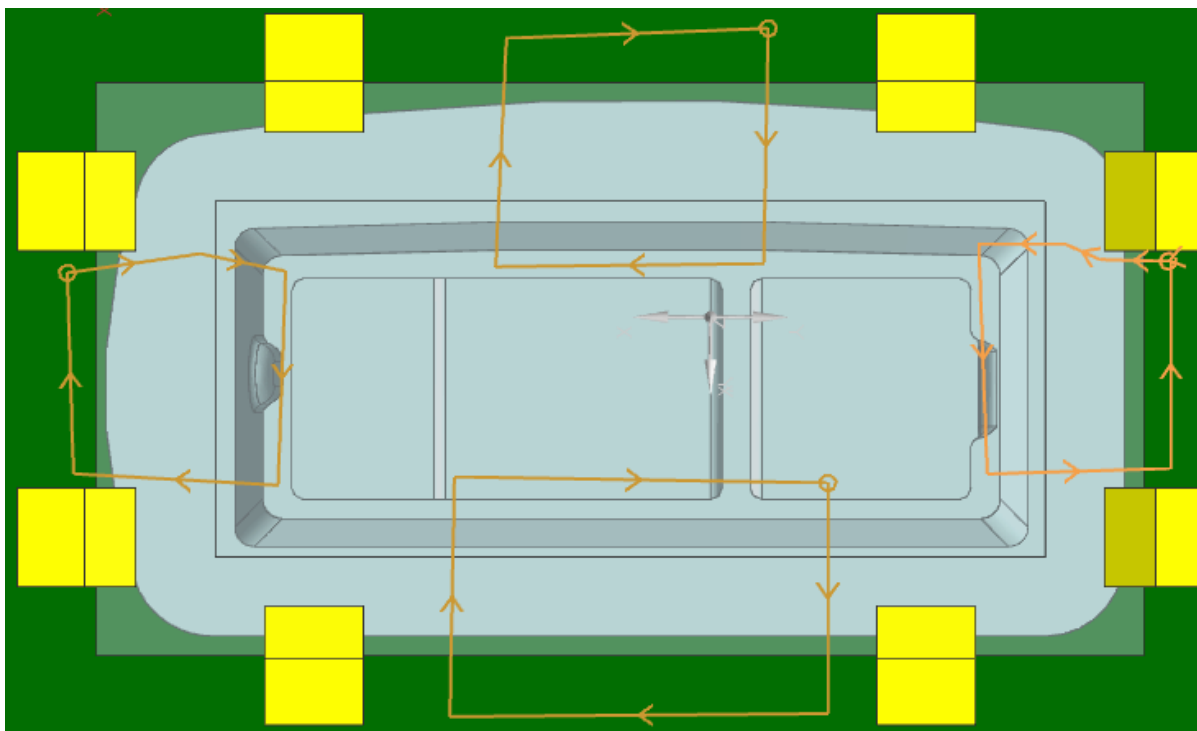

Рис. 2.38. Задание границ обрезки
- создайте границы обрезки, используя функцию *Создание следующей границы* для разделения участков обработки (см. рис. 2.38);